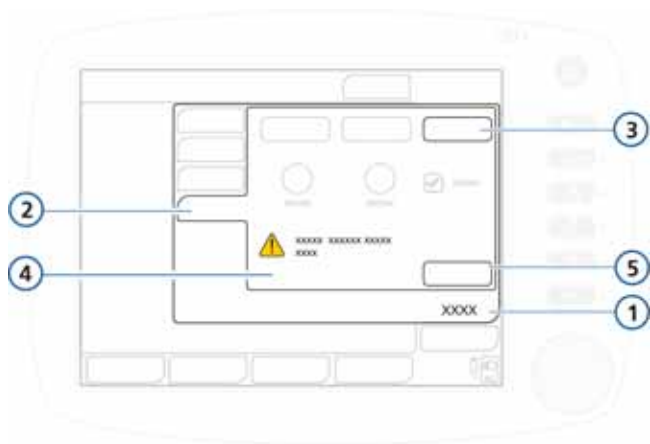

Рисунок 4-8. Элементы управления TRC
- Откройте окно «Управление» -> «TRC» (рис. 4-8), а затем выберите и откорректируйте необходимые параметры.
4. Откройте окно «**Управление**» -> «**TRC**» (рис. 4-8), а затем выберите и откорректируйте необходимые параметры.
1. Откройте окно **«Управление»** -> **«TRC»** (рис. 4-8).